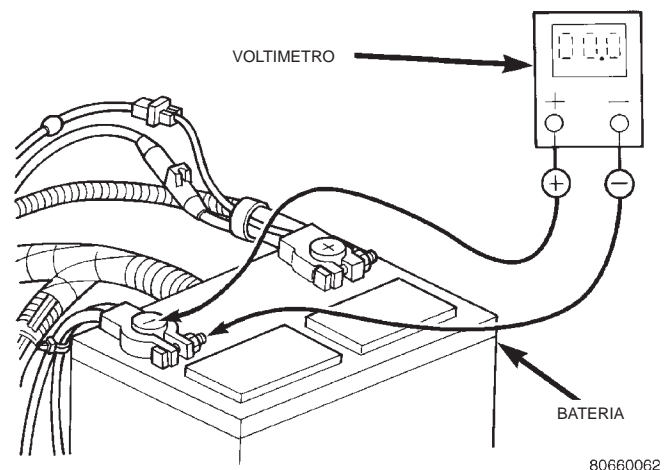

Fig. 2 Prueba de resistencia de conexión de negativo de la batería-característica
(1) Conecte el cable positivo del voltímetro al borne del terminal negativo de la batería. Conecte el cable negativo del voltímetro a la abrazadera del cable negativo de la batería (Fig. 2). Gire el interruptor de encendido y manténgalo en la posición START. Observe el voltímetro. Si se detecta voltaje, corrija el contacto defectuoso entre la abrazadera del cable y el borne del terminal.